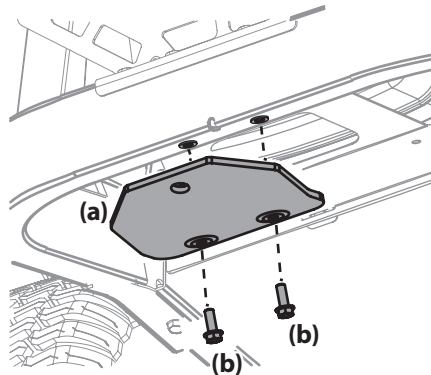

Figura 2
1. Ubique el Enganche (a) e instálolo en la parte trasera del bastidor con los dos tornillos de arandela hexagonal (b) proporcionados. Consulte la Figura 2.